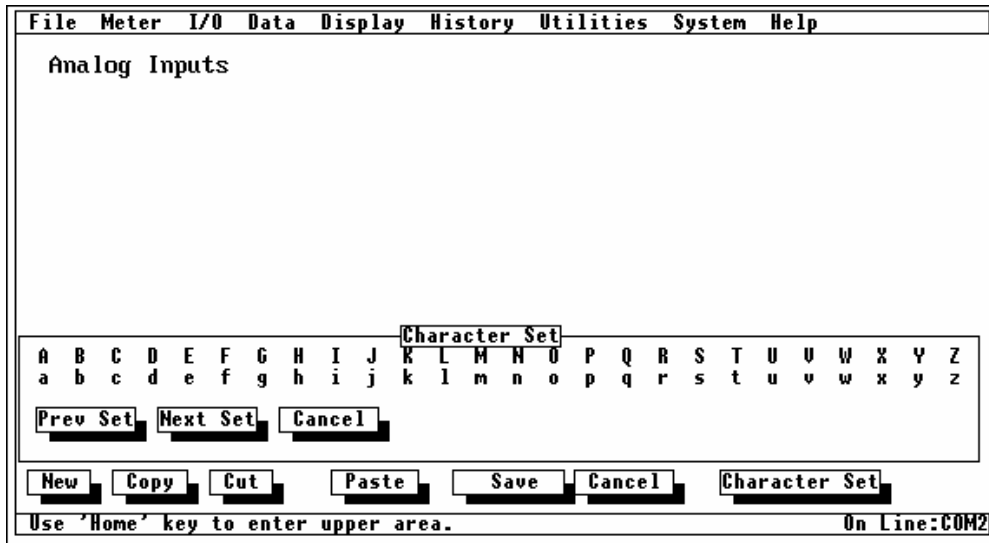

Figura 6-11. Exemplo 2 de Novo Display
11. Posicione o cursor à direita do "I" e digite "nputs". Sua tela deve se parecer com a da Figura 6-11.